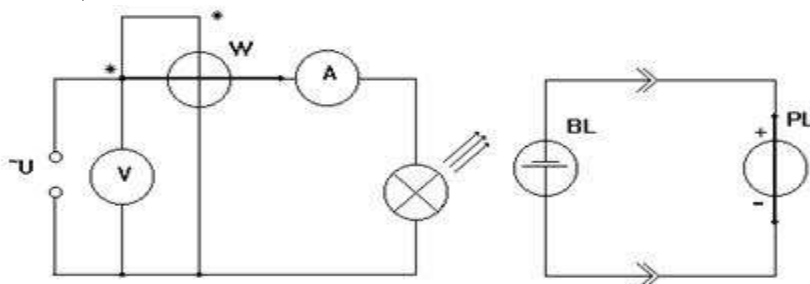

Рис. 1. Схема исследования лампы накаливания
1.3 Собрать схему (рис.1) и показать ее преподавателю.